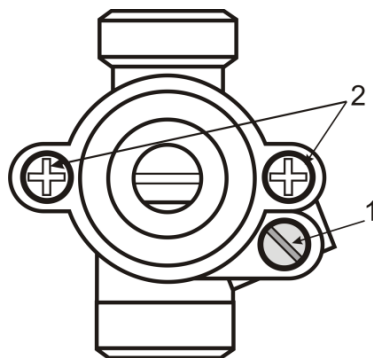

Рис.4 Кран горелок открытого пламени
- С помощью регулировочного винта 1 (рис.4) отрегулируйте подачу газа на горелку. При повороте регулировочного винта по ходу часовой стрелки подача газа на горелку уменьшается, при повороте против хода часовой стрелки – увеличивается.